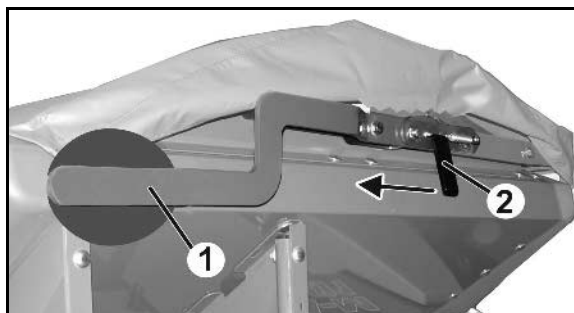

Bild 31
- Spridarskivor Bild 31/1,
- Stöd Bild 31/2,
- o Höger och vänster trimmer (Bild 31/3)
- o Höger och vänster smutsfångare (Bild 31/4)
- o Höger och vänster stege (Bild 31/5)
- o Rörskyddsbygel (Bild 31/6)
- Belysning (Bild 31/7)